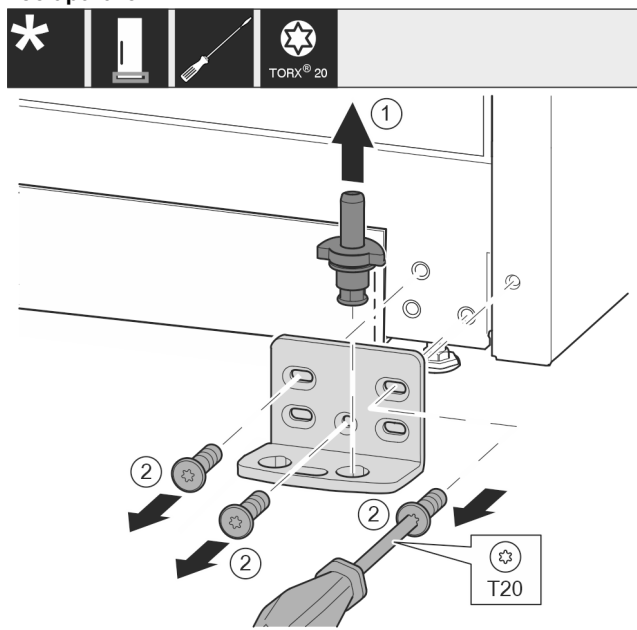

Fig. 12
- ▶ Ležajni sornik v celoti izvlecite navzgor. Fig. 12 (1)
- ▶ Vijake odvijte z izvijačem T20 in snemite ležajni podstavek. Fig. 12 (2)